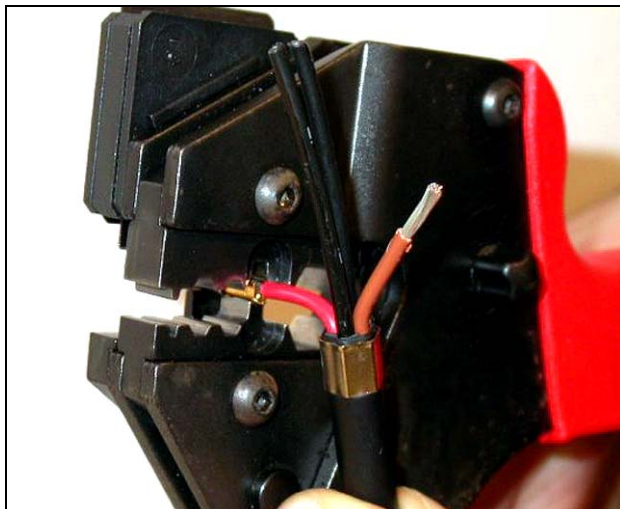

figura 20.14: Crimpatura di un contatto della presa (2)
- 11 Far scorrere uno dei conduttori in rame spelati nell'area di contatto sul contatto della presa e chiudere la pinza per crimpare il contatto della presa sul conduttore di rame (vedere figura 20.14).